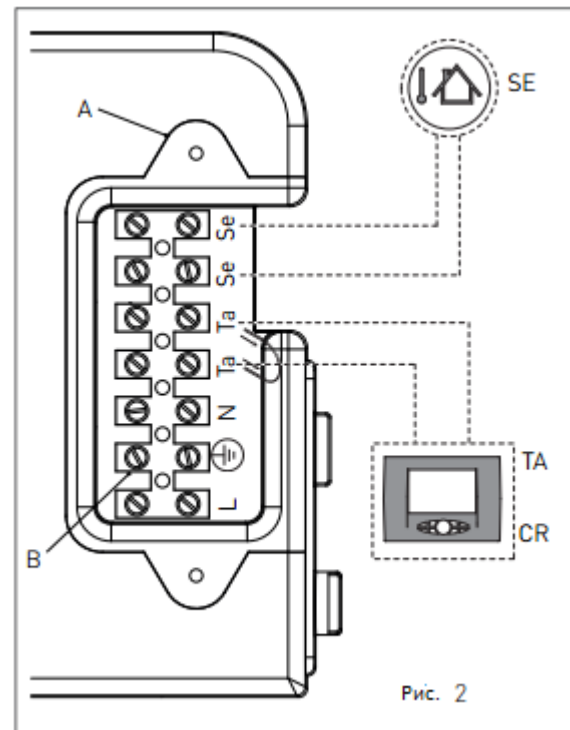

Рис. 2
- Ослабьте два винта и снимите панель A (см. рис. 2).
- После этого подсоедините кабели к клеммной коробке B (см. рис. 2):
- > Вставьте зонд газоанализатора во вход с маркировкой PF (рис. 1). Убедитесь, что значение CO₂ соответствует требованиям, указанным в гл. «Технические характеристики». Если это не так, открутите защитный винт А (рис. 2). При помощи шестигранного ключа на 4 мм вращайте винт «2» (рис. 2) для настройки смещения. Чтобы увеличить концентрацию CO₂, поверните винт по часовой стрелке; чтобы снизить ее, поверните винт в обратную сторону.
- > После выполнения регулировки затяните защитный винт А (рис. 2) на регуляторе.
- > Убедитесь, что значение CO₂ соответствует требованиям, указанным в гл. «Технические характеристики». Если это не так, отрегулируйте концентрацию при помощи винта 1 (рис. 2) регулятора. Чтобы увеличить концентрацию CO₂, поверните винт против часовой стрелки;